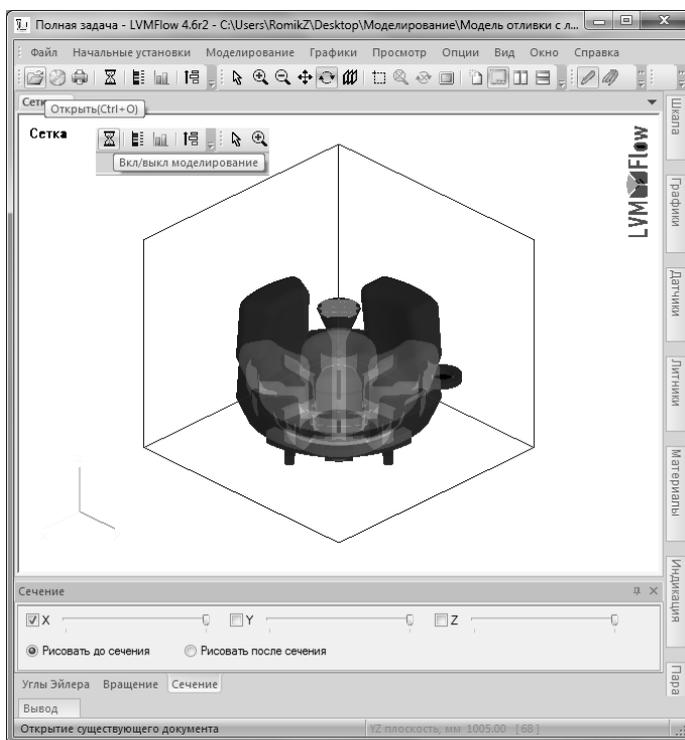

Рисунок 8 – Открытие файла и запуск расчета
- откройте файл с подготовленной расчетной моделью (рис. 8).
- Запустите расчет нажатием кнопки «Включить моделирование». Процесс расчета длится до момента полного затвердевания отливки (рис. 8).